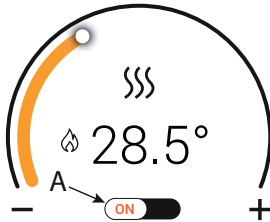
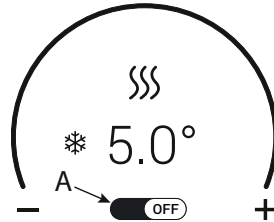

fig. 4 - Funzione Riscaldamento attiva
fig. 5 - Funzione Riscaldamento non attiva
Toccando il comando "A" (fig. 4 e fig. 5) è possibile abilitare (ON) o disabilitare (OFF) il funzionamento del riscaldamento.